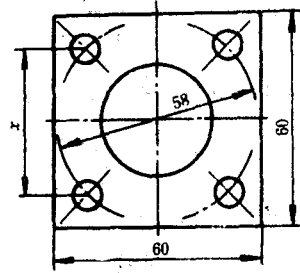

图 1-5 正方形板钻孔
4. 如图 1-5 所示在边长为 60mm 的正方形上钻孔，求两小孔之间距离 x 。